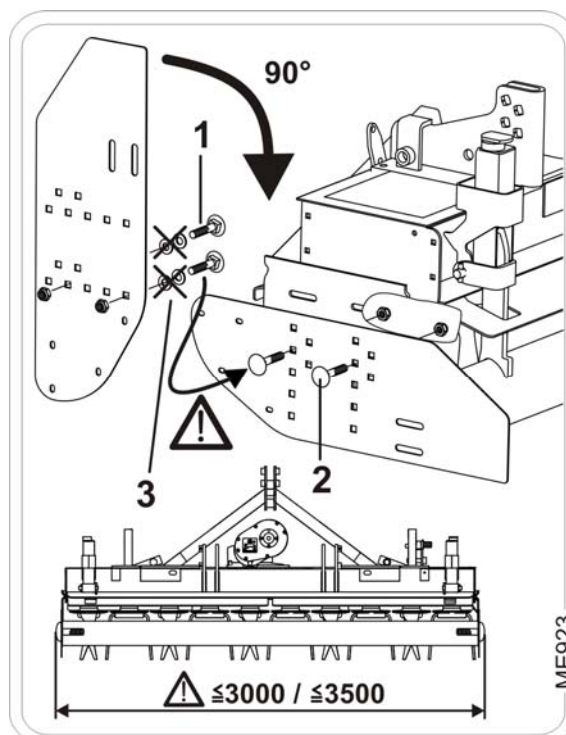

Bild 78
1. Lossa skruvarna med platt huvud (Bild 78/1).
3. Sätt in skruvarna med platt huvud (Bild 78/2) utifrån i sidoplåten och skruva fast sidoplåten.
Använd inte skivorna (Bild 78/3).